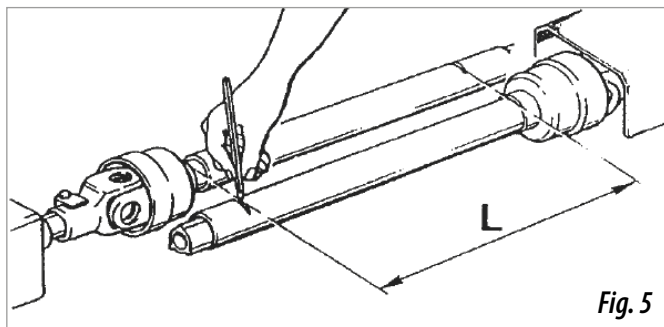

Fig. 5
1. Introduceți un capăt al axului în priza universală de legătură a tractorului iar celălalt capăt în distribuitorul de îngrășământ. Determinați lungimea ce corespunde deplasării minime "L" (Fig. 5) prin ridicarea și coborârea dispozitivului hidraulic de ridicare.